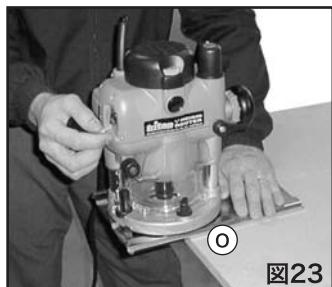

図23
※注：作業内容に応じてベースの向きを決定します。加工材の縁を加工する場合はベースのせまい側にルーターのスイッチが向くように取りつけます。(図23参照)
片手でベースの広い面を押さえながら右手でハンドルを握り作業をおこないます。(図23参照)
ベアリングの付いていないビットを使って部材の縁を加工する場合、フェンス⑩をベース①のせまい側に取りつけておこないます。(手の位置は図23を参照)